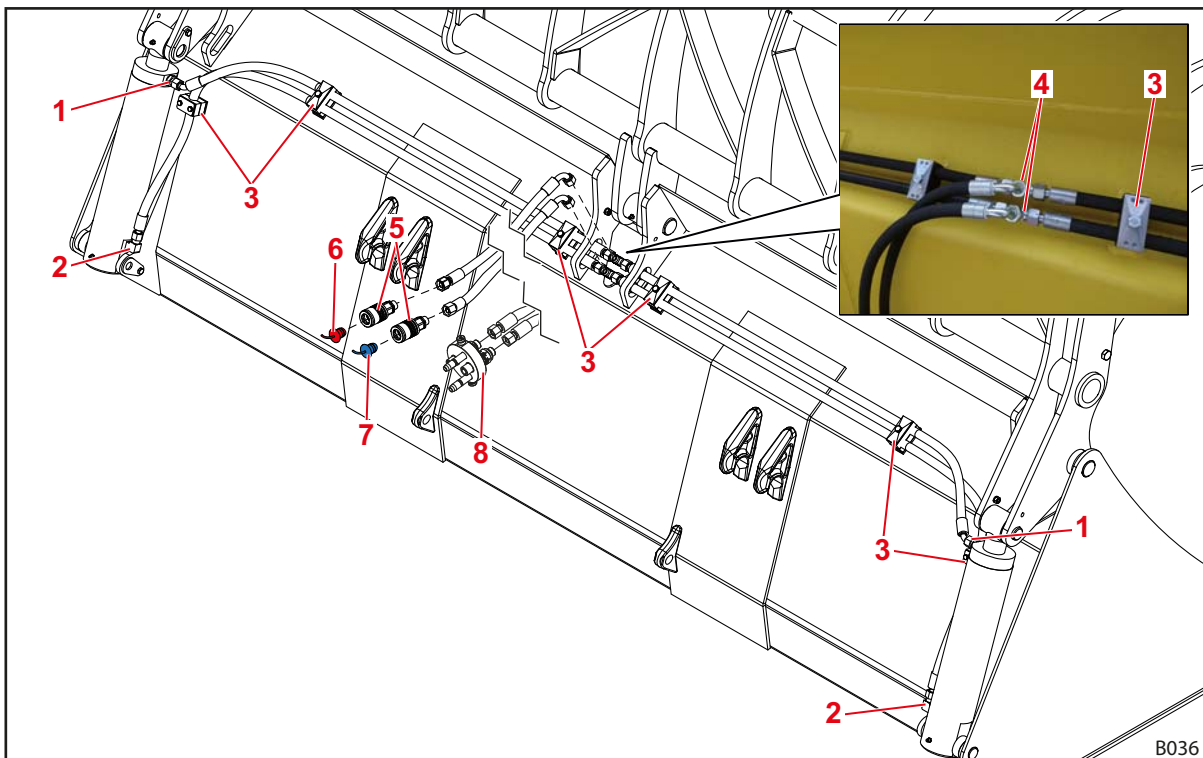

Fig. 19 Forberedelse af første ibrugtagning
(6) Tilslut 2 forsyningsledninger til T-studsene.
**i** Vær opmærksom på placeringen ved forsyningsledninger med 90°-ende (se Fig. 19).
(7) Montér hydraulikkoblinger i den anden ende af slangeledningerne.
(8) Kun ved skrue- eller stikkoblinger:
(9) Saml slangeledningerne med kabelbindere.